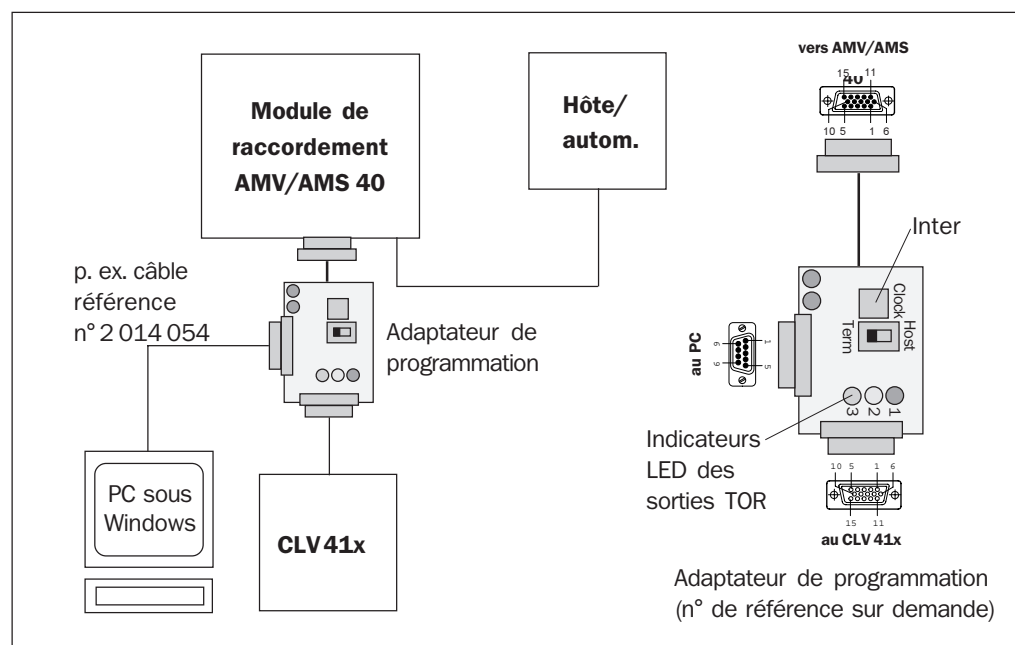

Figure 3. Raccordement du PC à l'adaptateur de programmation optionnel
- Débrancher le câble du CLV de l'AMV/AMS 40 (fig. 3).